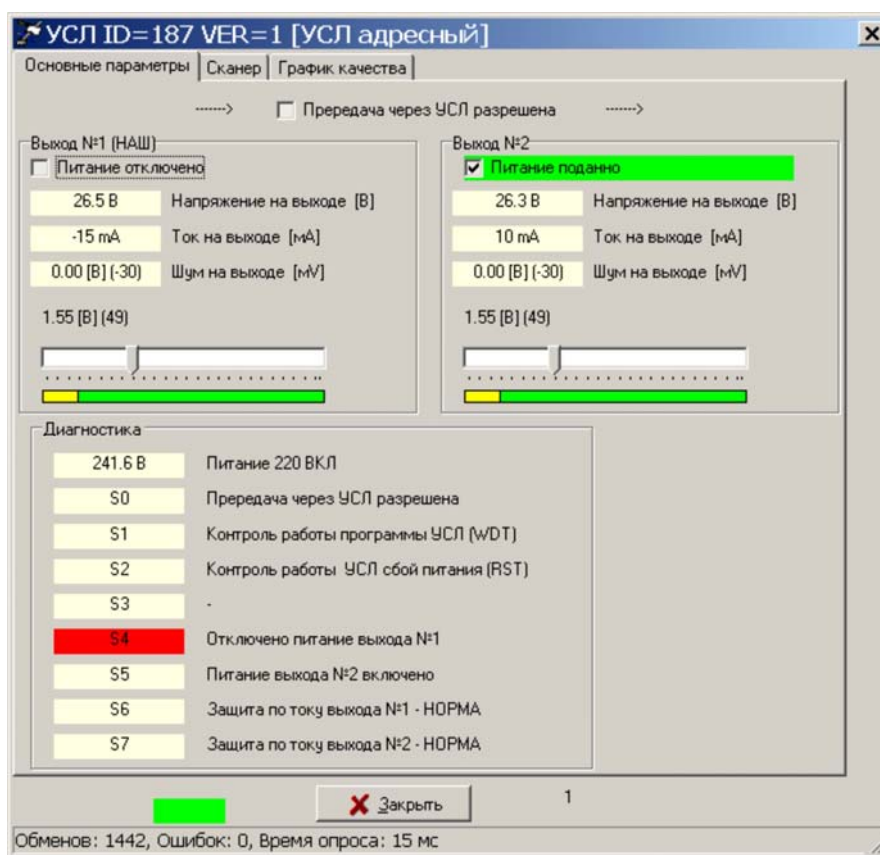

Рисунок 24
- 7) Для отключения питания канала УСЛ-АС при помощи ПО RASOS следует снять галочку «Питание отключено» для соответствующего канала. Появится сообщение «S4 – Отключено питание выхода» (рисунок 24).
- 3) Выбрать пункт меню «Тесты датчиков» и «Измерение напряжений» и проверить отображение значений напряжений в первом канале U_1 , во втором канале U_2 и на выходе сетевого трансформатора U_{tr} . Напряжение U_{tr} должно быть $48 \text{ В} \pm 20\%$. Допускается контролировать напряжение при помощи ПО RASOS: «Напряжение на выходе» (рисунок 24).
3) Выбрать пункт меню «Тесты датчиков» и «Измерение напряжений» и проверить отображение значения тока во втором канале I_2 , которое должно быть 0 ± 20 мА. Допускается контролировать ток при помощи ПО RASOS: «Ток на выходе» (рисунок 24).